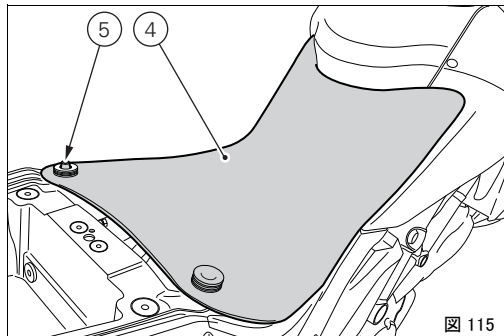

図 115
ライダーシート (4、図 115) の取り外しには、後方部分をフレームピン (5) から抜き取ります。
ライダーシート前方部分(4)にピンホール(7, 図 117)があり、燃料タンクのピン(6, 図 116)はここに入ります。ライダーシート前端部の上を、ピンホール(7)に深くピン(6)がおさまるように押します。ライダーシートの後方部分を、フレームピン(5, 図 115)に挿しこみます。後部ホック(3, 図 114)をテールを開けたところに挿し、パッセンジャーシート(2)の前方部分を、ピン中央がラッチにカチっとおさまるまで押します。正しくロックされているか確認するため、パッセンジャーシートを少し上に引き上げます。シートのキー(1, 図 113)を抜いてください。